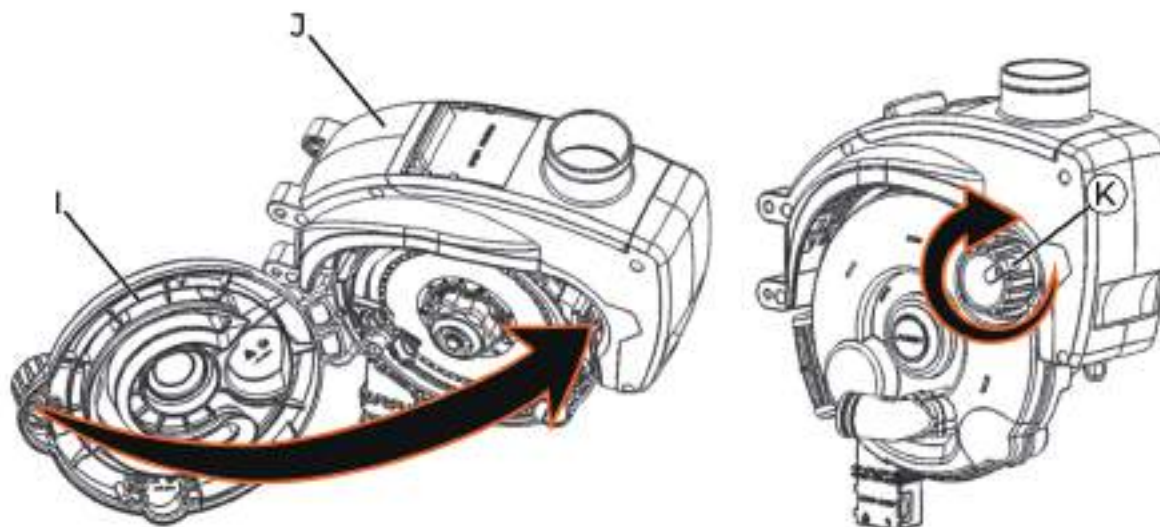

fig. 98
5- Feche a tampa lateral (I) pressionando-a contra o corpo do dosador (J) (fig. 98).
6- Gire a manopla (K) para travar a tampa (fig. 98).